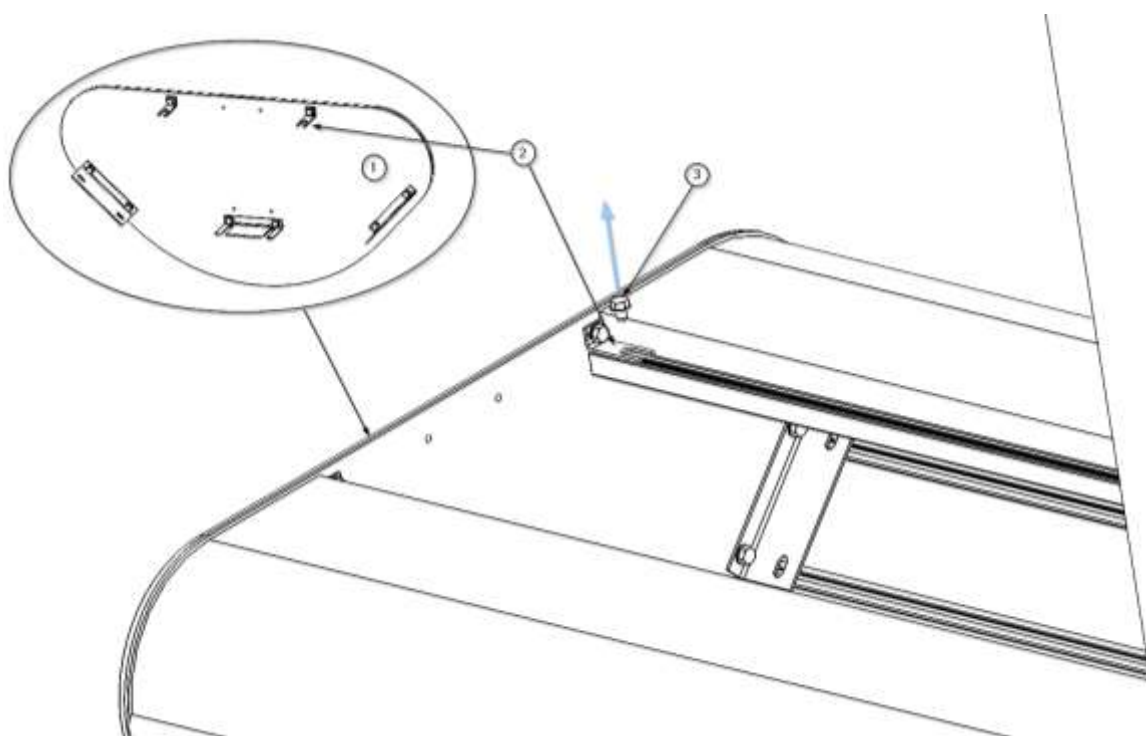

Fig. 3 Demontage/montage van zijpanelen op het hoofdgedeelte ATLAS
- Draai met behulp van een stervormig gereedschap de 2 verzonken schroeven M4 x 10 (1) DIN 935 los, zoals aangegeven in afbeelding 3.
- Verwijder de polycarbonaatkap (2) en bewaar deze op een veilige plaats. De verlichtingsmodule is nu zichtbaar.
- Verwijder met behulp van een inbussleutel de 4 cilindrische schroeven M5 x 10 (3) DIN 912. De verlichtingsmodule is nu los.